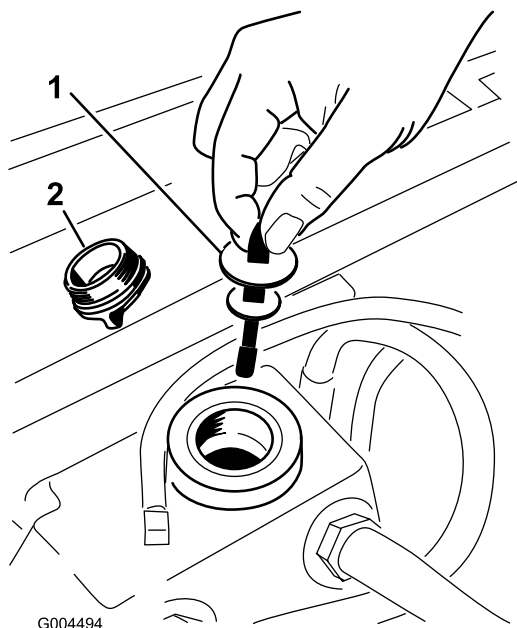

Figure 85
5. Enlevez le bouchon du goulot de remplissage du réservoir hydraulique (**Figure 85**).
6. Retirez la jauge et essuyez-la sur un chiffon propre (**Figure 85**).
7. Remettez la jauge dans le goulot de remplissage, ressortez-la et vérifiez le niveau de liquide (**Figure 85**).